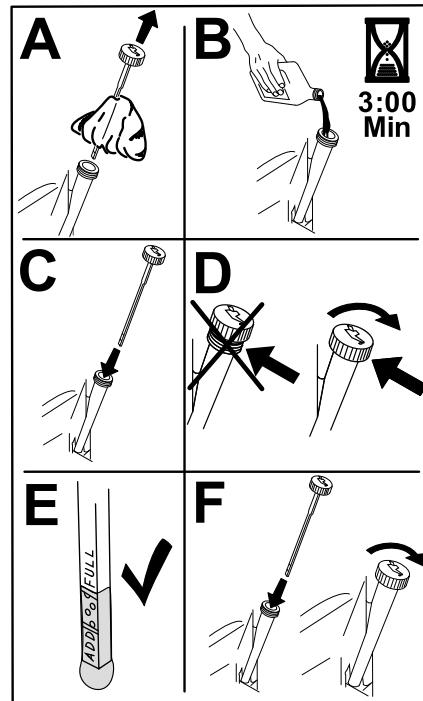

Figure 42
6. Versez lentement environ 80 % de l'huile spécifiée dans le tube de remplissage, puis faites l'appoint lentement jusqu'à ce que le niveau atteigne le repère maximum (Full) (Figure 42).